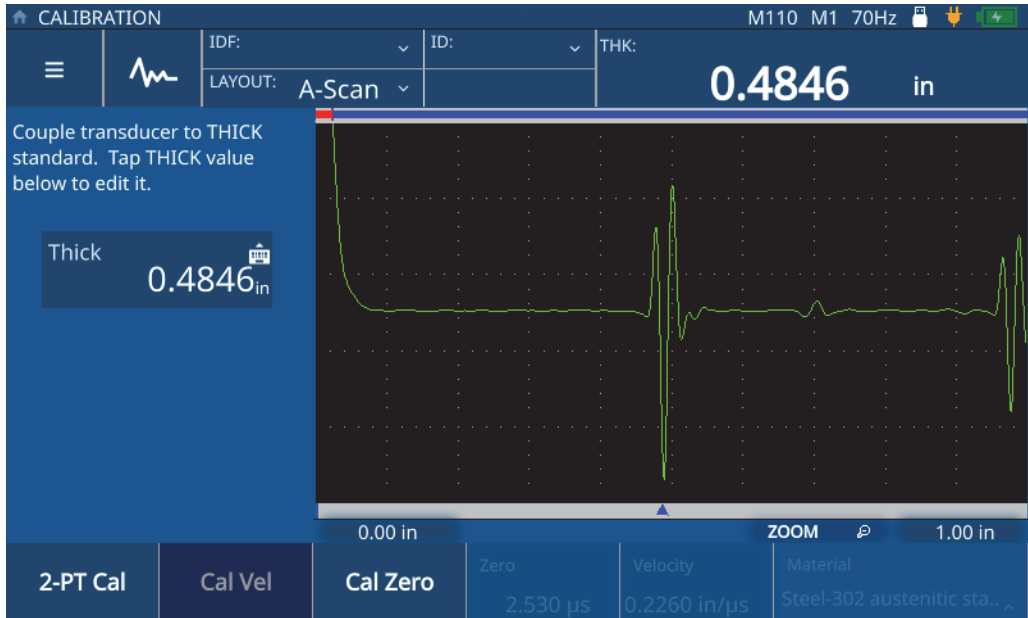

Figura 5-2 Calibración de la velocidad (Cal Vel)
4. Siga las instrucciones de calibración que se proporcionan en la pantalla, y acople la sonda sobre su muestra dotada de un espesor máximo conocido (ver Figura 5-2 en la página 47).